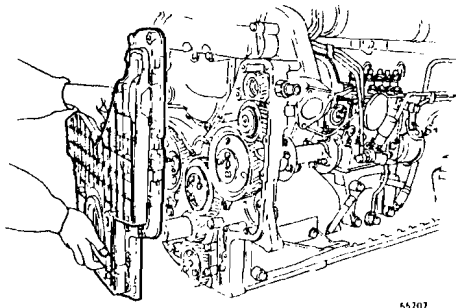

Fig. 189
- 7 Montar y atornillar la tapa antes de transcurridos 20 minutos, véase la fig. 189.